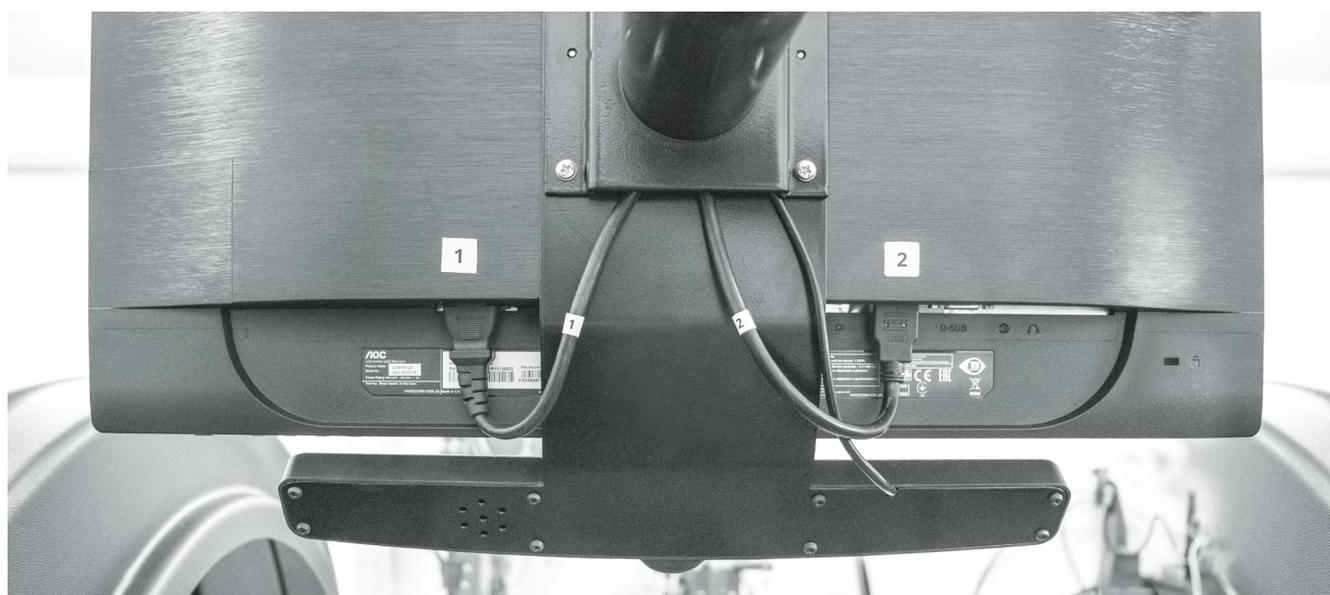

Рис. 3. Внешний вид монитора и клавиатуры спереди и сзади.
4.5 Над крышкой-органайзером на кронштейне установлен монитор с клавиатурой. Внешний вид и описание функционала монитора и клавиатуры указаны на **рис. 3, 4, 5**.
6.1.4. Закрепите монитор на пластине кронштейна винтами с шайбами (входят в комплектацию монитора), подсоединить кабели к соответствующим разъемам на задней стенке монитора. (1-1, 2-2). См. **рис. 3**.